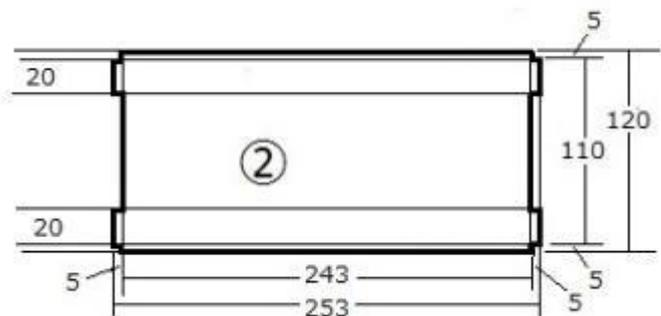

図6 ②の工作
② 材料表の2)の板から切り取ります。厚さは14mmとしましたが、12～20mmならばOKです。この板の厚さは、あとで書く部品③と④の工作に関連するので、注意してください。③、④の工作の説明のところでも繰り返して書きます
②の工作はまず、253mm x 120mmの板の四隅から5mm角を切り落とします。そして、図6で上下の長さ20mmのでっぱりを左右2箇所ずつ、合計4個つくります。でっぱりとでっばりの間を切り落とすのは容易ではありません。切り落とす部分の両端をノコで切っておいて、間をノミで削ります。（削り落とすところの幅が5mmしかないので、ドリル穴を沢山あける方法は使いにくいですが、ドリル穴の方法を使ってもOKです。）
③と④には図6の左右の端の14mm x 20mmの部分が入る「ほぞ穴」4つを作ります。もしも、②の板厚が14mmでなくtmmの時には、③と④のほぞ穴の高さをtmmにします。
のみ、あるいは彫刻刀で上手に作ってください。初めにドリルで多数の穴をあけておいてから、のみを使って掘るのがいいでしょう。t は図6と図7に出てきた、四角い「なべぶた」の厚さです。